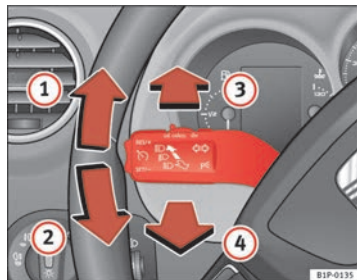

Fig. 77 Manípulo dos indicadores de mudança de direcção e dos máximos
- Carregar a alavanca para cima, até ao batente para cima ⇒ **fig. 77 1**, para piscar **à direita** ou para baixo **2**, para piscar **à esquerda**.
- Empurrar a alavanca para a frente ⇒ **fig. 77 3**, para ligar os máximos.